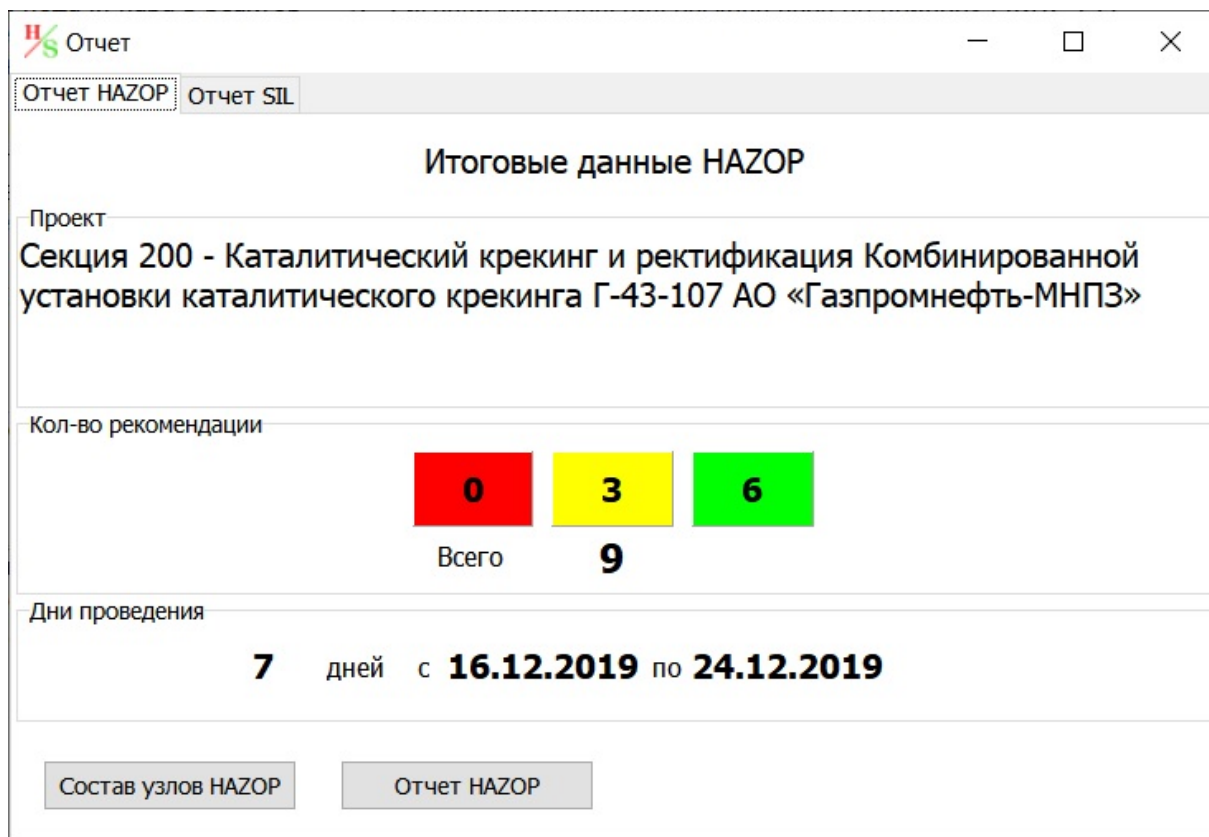

Рисунок 5.1 – Окно «Отчет», вкладка «Отчет HAZOP»
2. В окне «Отчет» (см. рисунок 5.1) выберите вкладку «Отчет HAZOP» и проверьте наименование текущего проекта HAZOP.
5. Для завершения работы с окном «Отчет» (см. рисунок 5.1) щелкните левой кнопкой мыши по кнопке «X» в правом верхнем углу окна.
5. Для завершения работы с окном «Отчет» (см. рисунок 5.1) щелкните левой кнопкой мыши по кнопке «» в правом верхнем углу окна.